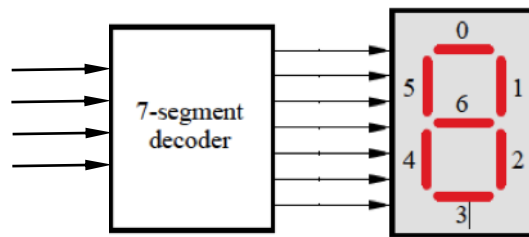
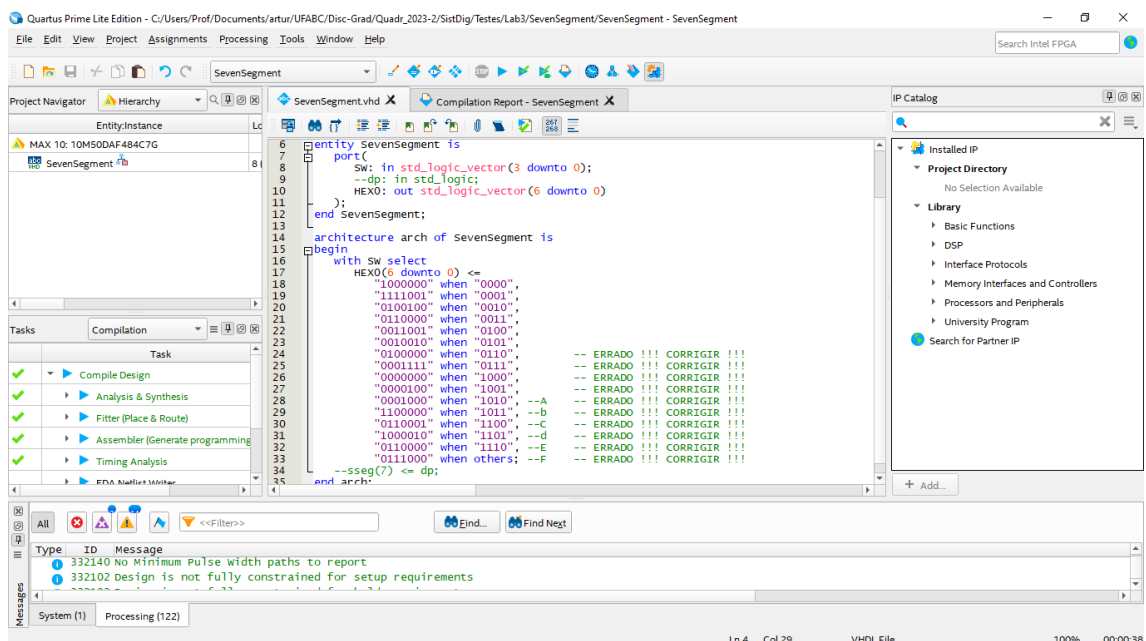

Fig. 12 – Decodificador e “Seven Segment Display”.
Fig. 13 – Código VHDL simplificado para o “Seven Segment Display” da placa DE10-Lite.
Uma forma simples de acionar o “Seven Segment Display” (Fig. 12) da placa **DE10-Lite** é através de um **decodificador**, como mostrado na Fig. 13. (Este código VHDL foi adaptado do livro *FPGA Prototyping by VHDL Examples*, de Pong P. Chu, originalmente concebido para ser implementado numa placa da Xilinx).
O decodificador para o “Seven Segment Display” recebe 4 bits em suas entradas e os decodifica em 7 bits, que acionam o **display de 7 segmentos** (Fig. 12). Cada um dos segmentos recebe uma numeração entre 0 e 6, e são ativos em “0”, ou seja, ele se apaga quando recebe “1” no respectivo segmento.
No código VHDL mostrado na Fig. 13, o vetor foi declarado em ordem inversa (ou seja, **6 downto 0**), desta forma introduzindo propositalmente “erros” para que você possa corrigi-los e entender como é acionado um display de 7 segmentos. Os primeiros seis algoritmos estão corretamente decodificados, mas o restante precisa ser corrigido.
15. Corrija o código da Fig. 13 para que apareça no display **HEX0** os 16 caracteres hexadecimais, ou seja, **0, 1, 2, ..., 9, A, b, C, d, E e F**. (Para não gastar tempo com digitação, o código "**SevenSegment.vhd**" foi anexado a esta pasta **Lab3**).